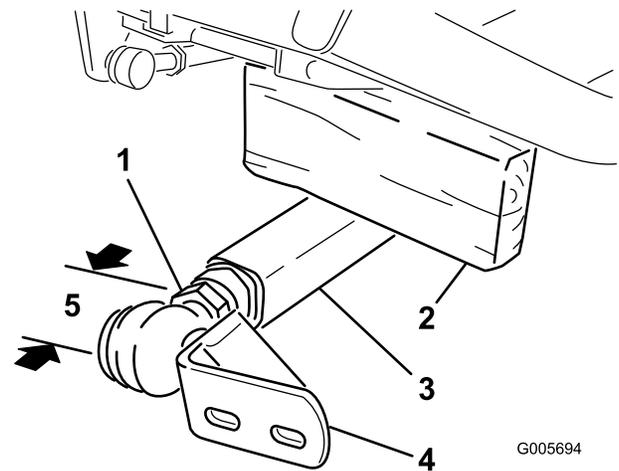

Figura 6
3. Haga que otra persona empuje hacia abajo el brazo de empuje izquierdo. Inserte un bloque de madera de 51 x 102 mm entre el bastidor y la parte superior del brazo de empuje (Figura 6). Enrosque la articulación esférica en el brazo de empuje izquierdo hasta que el centro de la articulación esférica esté a 60 mm de la
parte delantera del brazo de empuje (Figura 6). No apriete la contratuerca.